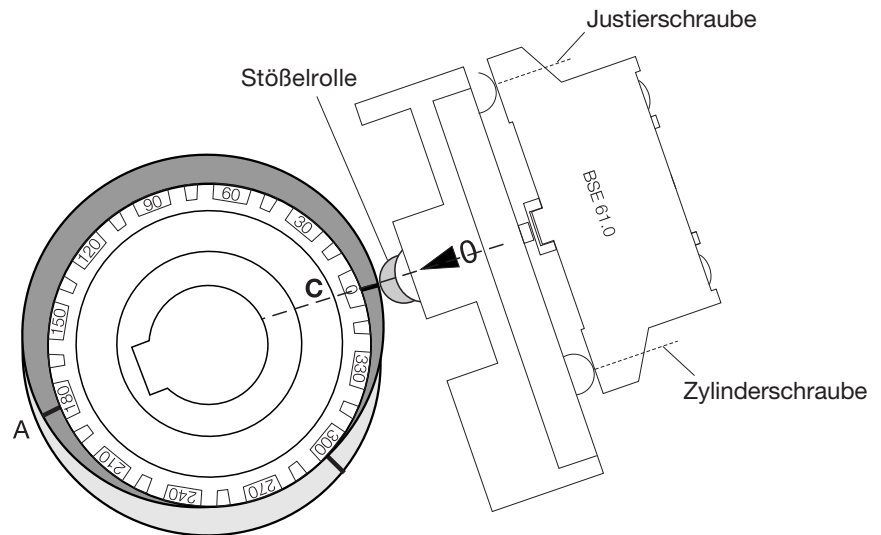

Bild 13: Schaltelement austauschen und justieren am Beispiel BSE 61, Ausschaltpunkt bei Kerbe C
1. Das neue Schaltelement mit der Zylinderschraube festschrauben (Bild 13).